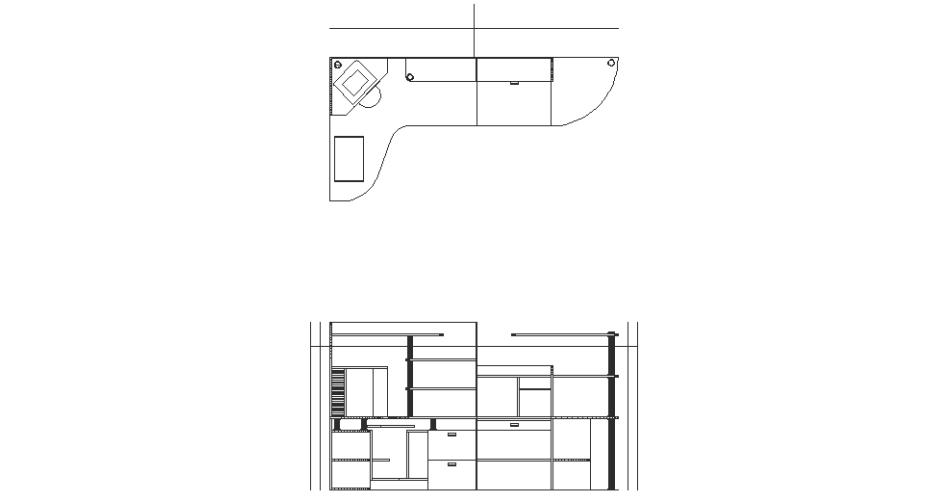

Рис. 10.7 ▼ Обозначена высота 1495 мм, из которой можно создать линию сечения для разреза А–А
8. Сместите линию нулевой высоты на главном виде вверх на 1495 мм, а затем продлите ее так, чтобы она доходила до крайней левой и крайней правой вертикальных линий (рис. 10.7).